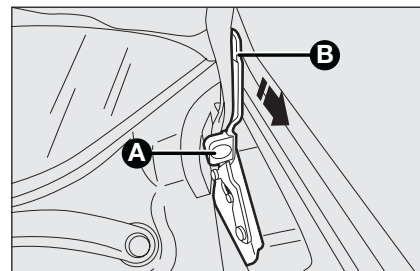

fig. 88
- ☐ levante el capó con una mano y con la otra tire hacia sí el dispositivo **A**-fig. 88 y luego baje la palanca **B**;